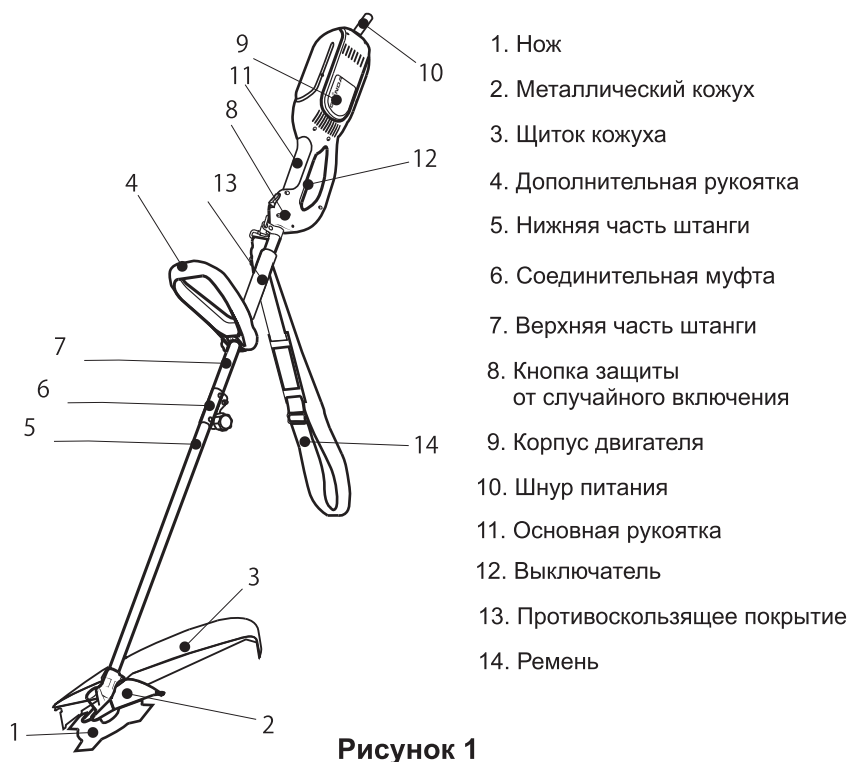

Рисунок 1
4.1 Общий вид триммера электрического представлен на рис. 1.